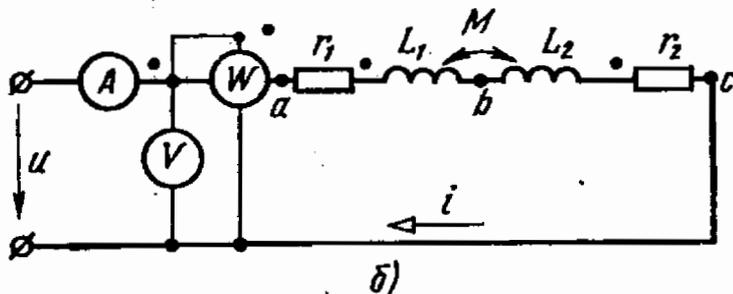

Рис. 5.9
5.9. Для определения взаимной индуктивности M катушек были проведены два опыта по схемам рис. 5.9, а, б. С помощью приборов измерены следующие величины:
величины: $U_1 = 147,5 \text{ В}$, $I_1 = 1 \text{ А}$, $P_1 = 70 \text{ Вт}$ (в схеме рис. 5.9, а) и $U_2 = 141,6 \text{ В}$, $I_2 = 2 \text{ А}$, $P_2 = 280 \text{ Вт}$ (в схеме рис. 5.9, б).